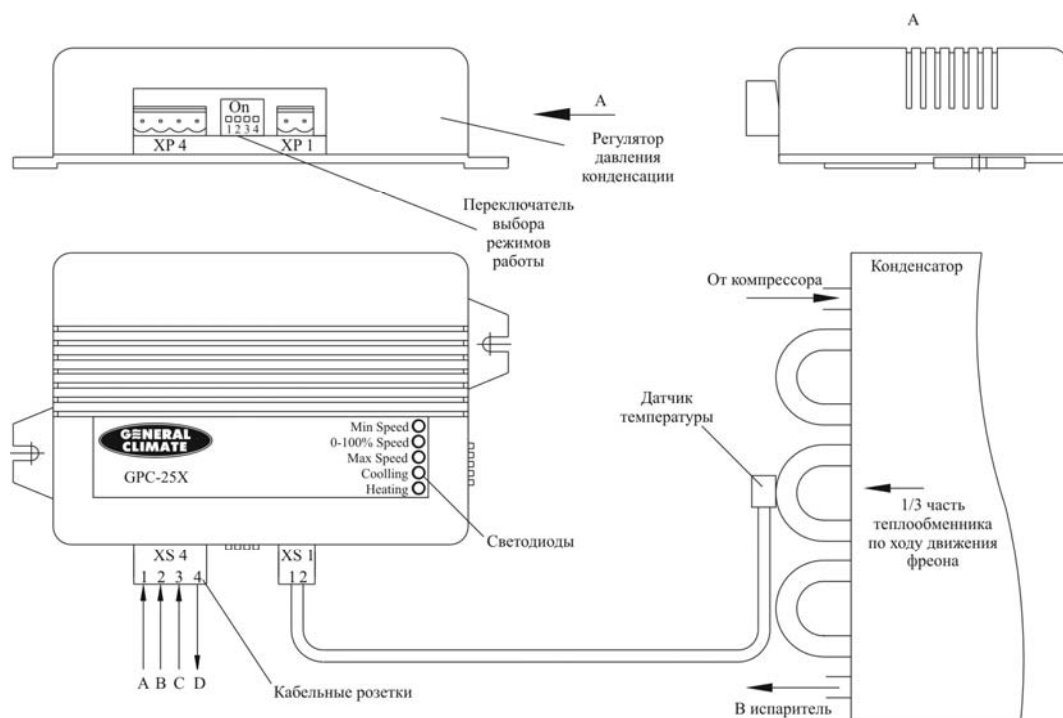

Рис.1 Блок-схема регулятора давления конденсации
8.1.1 Регулятор представляет собой блок электронный (см. рис.1), к которому подсоединяется датчик температуры ДТЦ-м40/100-03.
8.2.3 Смонтировать провода в вилки кабельные (входят в комплект поставки) согласно рис.1.
8.2.4 Подсоединить электропровода согласно блок-схемы (рис.1):